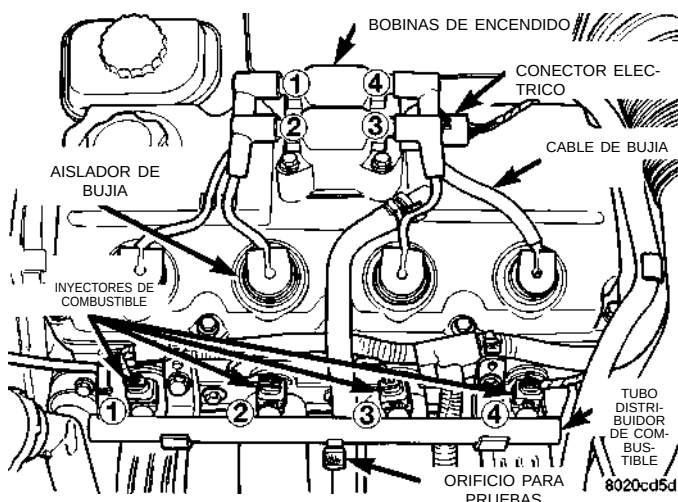

Fig. 11 Orificio de prueba de presión de combustible—Característico
- (1) Desconecte el cable del negativo de la batería.
- (2) Retire el tapón de la boca de llenado de combustible.
- (3) Retire la tapa protectora del orificio para pruebas de presión, situado en el tubo distribuidor de combustible (Fig. 11).